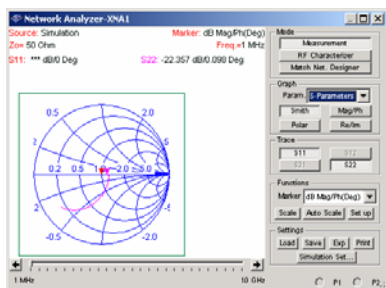

图 5-96 史密斯格式
1) Smith 按钮：设定图形显示为史密斯格式，如图 5-96 所示。